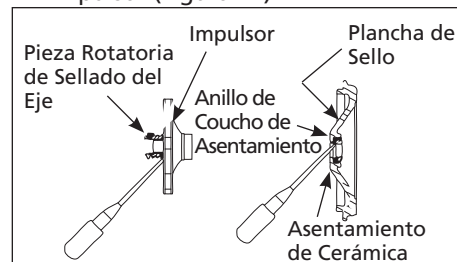

Figura 14 - Remoción del Sello del Eje y el Asentamiento de Cerámica
9. Planquee la pieza rotatoria de sellado del eje para que salga del impulsor (Figura 14).
10. Empuje o palanquee el asentamiento de cerámica para separarlo de la placa de sellado (Figura 14).